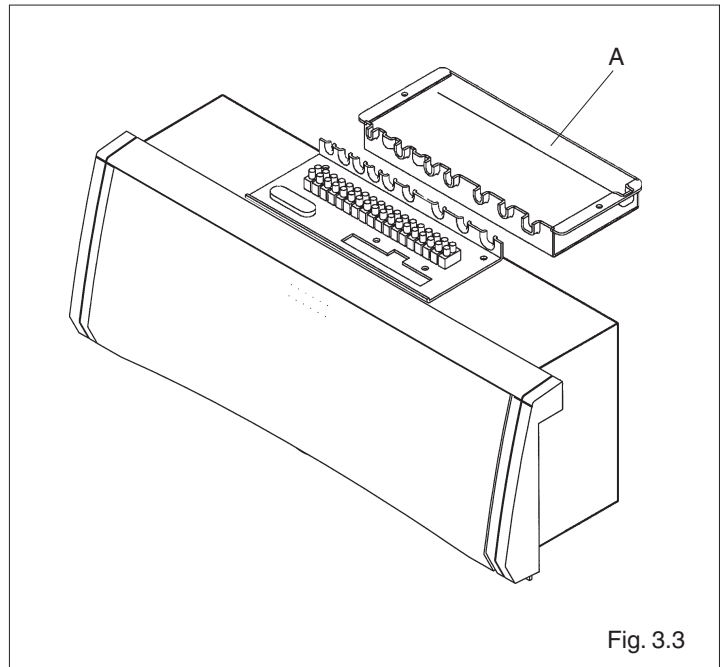

Fig. 3.3
- Togliere il coperchio di protezione (A) dalla carenatura svitando le due viti di fissaggio (fig. 3.3)
- si può quindi accedere ai morsetti effettuando i collegamenti elettrici (fig. 3.3)